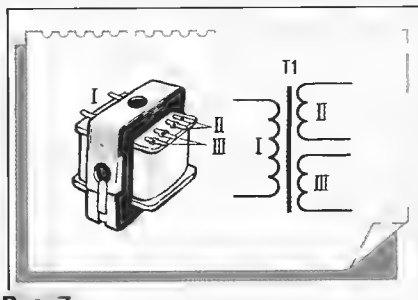

Рис. 7
На принципиальных схемах трансформаторы обозначают так, как показано на рис. 7. Первичная обмотка (I) присоединяется к источнику переменного тока (на постоянном токе трансформатор не работает!), обычно к электрической сети, и поэтому часто называется сетевой обмоткой. Для разбора принципа действия трансформатора предположим вначале, что к вторичным обмоткам (II, III) ничего не присоединено — это будет режим холостого хода.